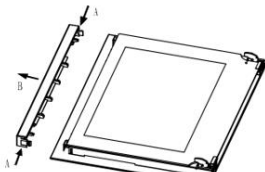

Fig.1
1. Tekan tombol / kancing pada sisi kiri atau kanan pintu, lepaskan rail atas ( Fig.1 )